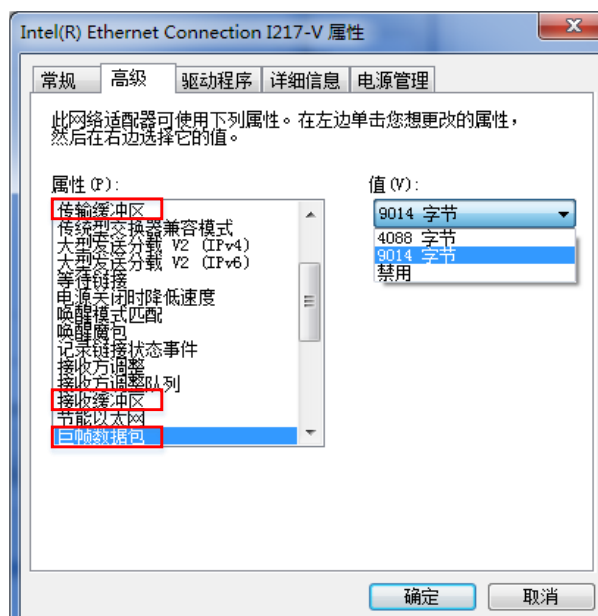

图2-2 网卡属性高级设置
2. 依次打开“控制面板”>“硬件和声音”>“设备管理器”>“网络适配器”，选中对应的网卡，打开属性中的“高级”菜单，如图 2-2 所示。